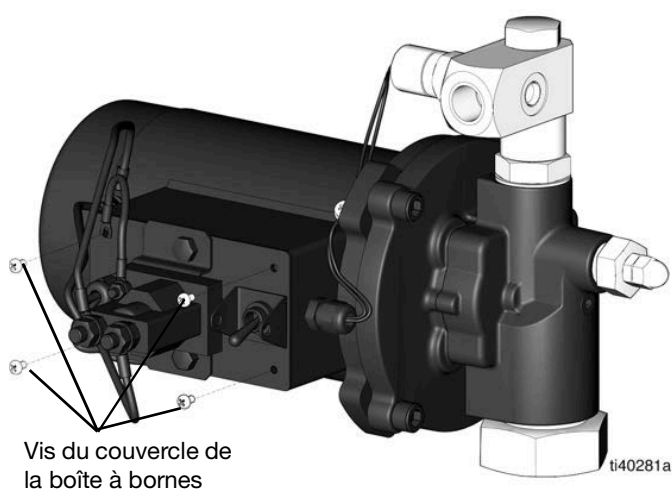

FIG. 11
5. Retirez les quatre vis du couvercle de la boîte à bornes (FIG. 11).